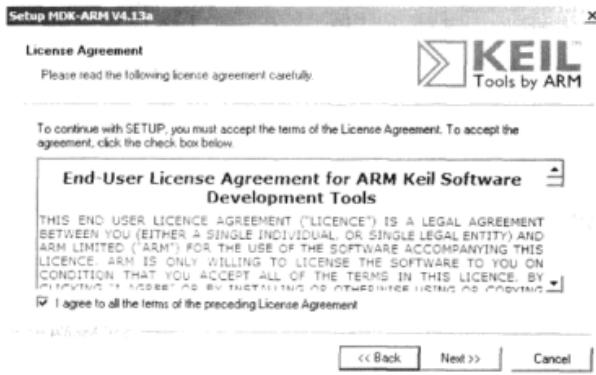

图 4.4.2 勾选 Keil MDK 安装协议
② 单击 Next, 选中安装协议, 如图 4.4.2 所示。